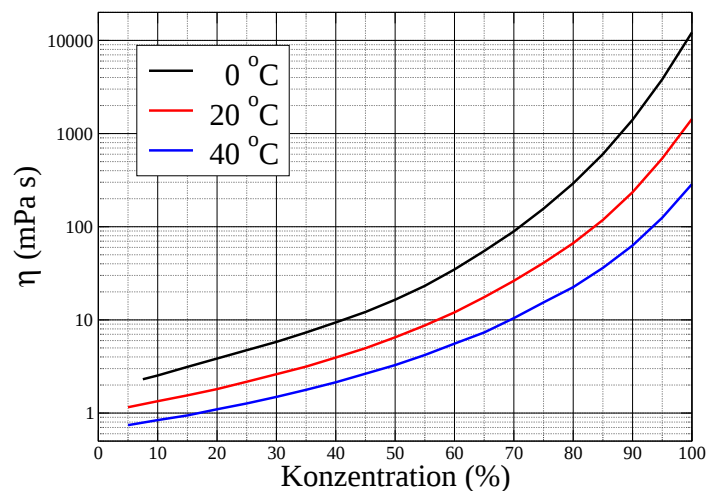

Abbildung 9: Abhängigkeit der Viskosität eines Glycerin-Wasser-Gemischs von der Glycerinkonzentration
Berechnen Sie die dynamische Viskosität des Glyzerin-Wasser-Gemischs bei Raumtemperatur nach den Gleichungen (11) und (12). Vergleichen Sie die Viskosität mit und ohne Korrekturfaktor mit Literaturangaben (z.B. Abbildung 9). Stellen Sie eine vollständige Fehlerrechnung auf und geben Sie die errechneten Unsicherheiten beim jeweiligen Ergebnis mit an.